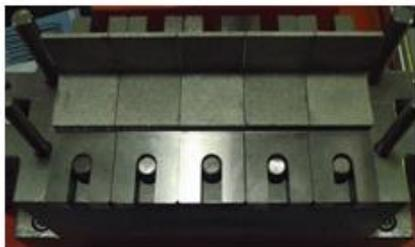

图 7
(8) 将夹紧杆向上拉，压力表显示 $40\text{kg}/\text{cm}^2 \sim 60\text{kg}/\text{cm}^2$ 即可。再将夹紧杆向下放松。注意禁止没有装试样空拉拉紧杆。
(9) 将左右两个固定螺帽放松。
(10) 按住夹紧板之夹片，将夹紧板取出，使用刀片，将五组试样座上的试样分别切开去毛边即可。（见图7）